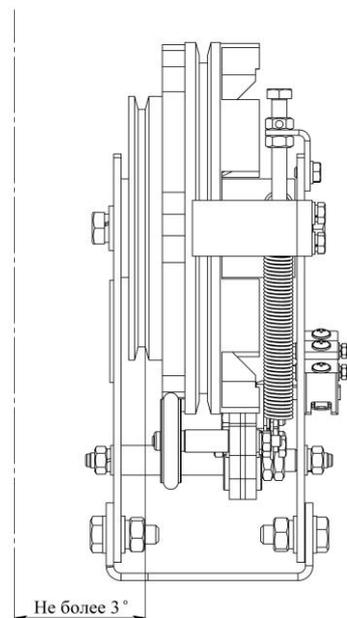

Рис.3
1. Установить ограничитель скорости с подставкой над окнами так, чтобы точка сбега каната с большого шкива и точка закрепления каната к рычагу механизма включения ловителей на кабине находились на одной вертикальной линии с отклонением не более 5 мм. Так же при установке ограничителя скорости необходимо, чтобы угол между осью шкива и вертикалью был не более 3° (рис. 3);
Внимание! Отклонение вертикальной оси шкива от вертикали должен быть не более 3° (Рис.3) в противном случае канавка ограничителя скорости будет изнашиваться не симметрично, что приведет к уменьшению силы трения шкива с канатом ограничителя скорости (возможна недостаточность силы сцепления каната со шкивом ограничителя скорости для приведения в действия ловителей при срабатывании ограничителя скорости). Также возможен выход из строя самого ограничителя скорости из-за нерегламентированных нагрузок в процессе работы.